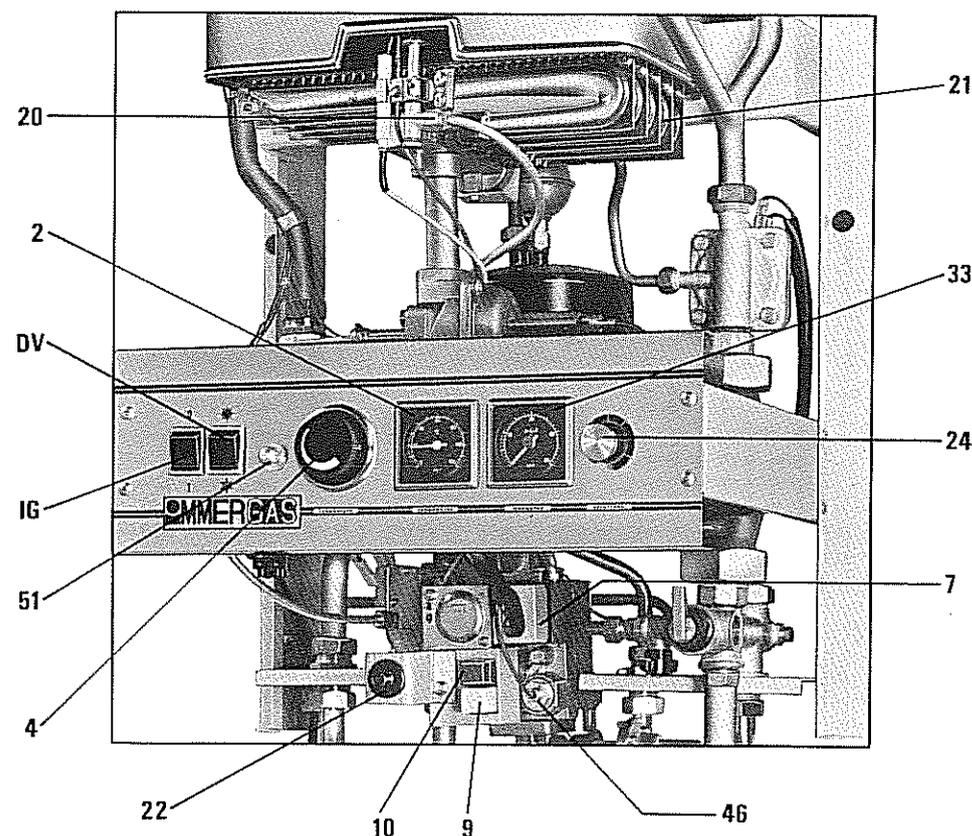

FIG. 9 — ACCENSIONE DELLA CALDAIA E REGOLAZIONE
Premere a fondo il pulsante (9) di apertura gas al bruciatore pilota (20), situato sulla valvola elettropilostatica (7), contemporaneamente azionare ripetutamente il pulsante (22) d'accensione piezoelettrica (vedi fig. 9).
Portare il deviatore (DV) estate/inverno sulla posizione dovuta (vedi fig. 9). Con funzionamento invernale (*) portare la manopola (4) del termostato di regolazione caldaia sulla temperatura desiderata per l'impianto di riscaldamento, temperatura che viene rilevata dal termometro (2). Con funzionamento estivo (•) il termostato di regolazione non si usa in quanto è escluso dal programma per la produzione dell'acqua calda sanitaria.
Tramite il selettore di temperatura (24) posto sul quadro comandi è possibile scegliere una temperatura costante dell'acqua calda sanitaria senza dover effettuare dispendiose miscele sul rubinetto d'utilizzazione (vedi fig. 9). Con il selettore di temperatura è possibile modulare la portata del gas al bruciatore anche durante il funzionamento del riscaldamento.